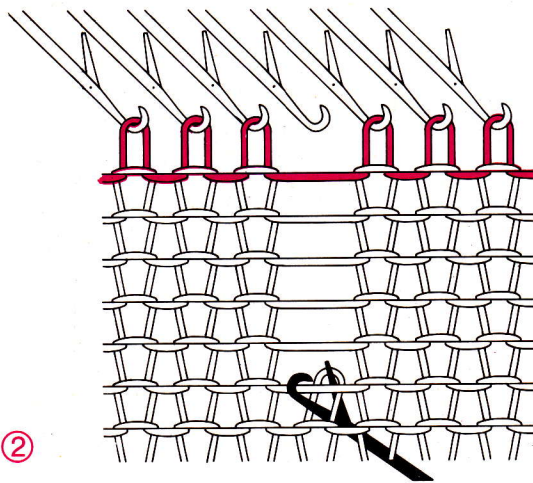

Fig. 195
- Tirer le remailleur vers l'arrière, le fil transversal est pris dans le crochet et passe dans la maille. Une nouvelle maille est formée (fig. 195),